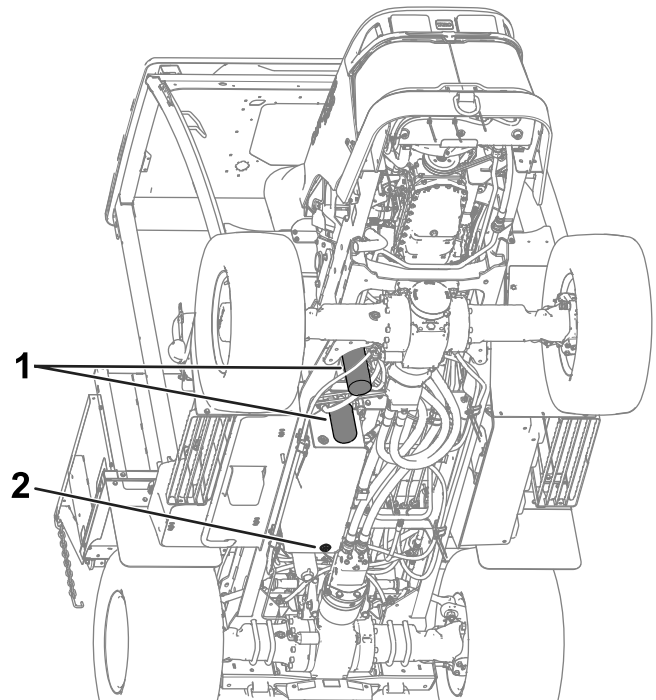

Figure 124
5. Retirez le bouchon de vidange situé sur le côté du réservoir et laissez couler l'huile dans le bac de vidange (Figure 124).
8. Placez un bac de vidange sous le filtre et enlevez le filtre (Figure 124).